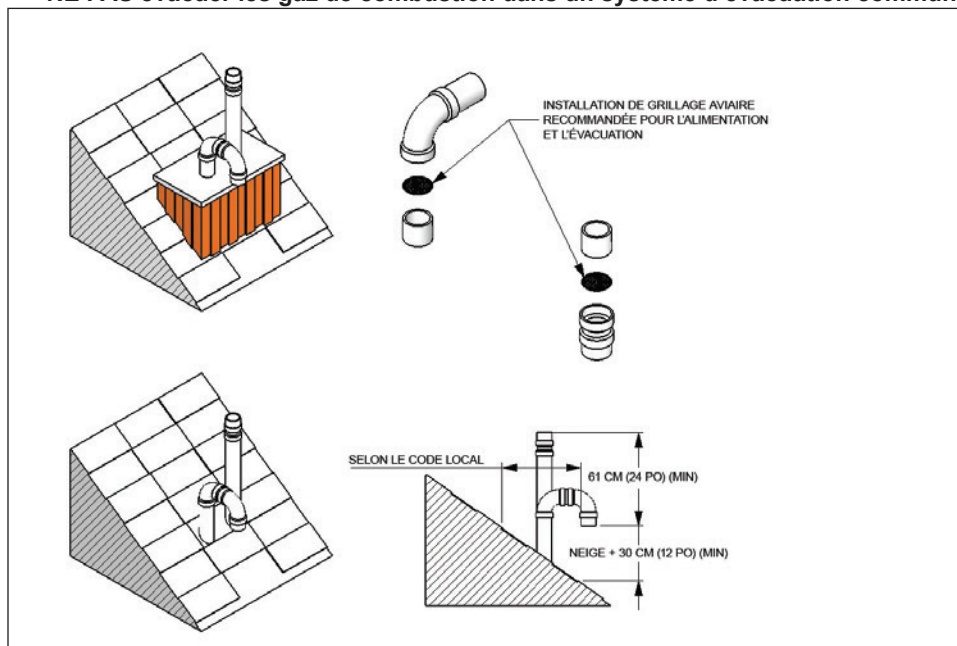

Figure 3 : Ventilation à travers le toit. Configuration de l'extrémité des conduits.
- En cas d'utilisation d'un conduit d'alimentation, celui-ci doit se terminer par un coude renversé puisqu'il n'est pas drainé; consultez la **Figure 3**. Le conduit d'alimentation ne doit pas nécessairement traverser le toit à la même élévation que le conduit d'évacuation (tel qu'illustré); l'alimentation peut être installée plus bas sur le toit.
Il est extrêmement important de respecter la distance minimale entre l'extrémité du conduit d'évacuation des gaz de combustion et la prise d'air de la chaudière, tel qu'illustré aux Figures 3, 4 et 5. Ne pas se conformer à cette exigence peut avoir comme conséquence une situation dangereuse où des gaz de combustion évacués sont réintroduits dans la chaudière par l'entrée d'air de combustion. Des dommages à la chaudière peuvent résulter de cette distance insuffisante. Les trousse d'extrémité de conduit d'évacuation et les trousse de traversées concentriques de mur qui ne respectent pas ces distances minimales ne doivent **PAS** être utilisées. Le montage incorrect invalidera la garantie.